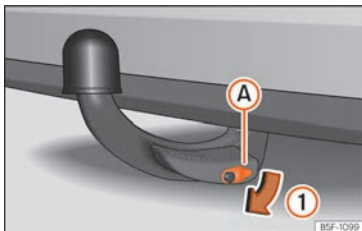

Fig. 270 Retirar la tapa de la cerradura
- Extraiga la tapa (A) de la cerradura en el sentido de la flecha (1) »» fig. 270.